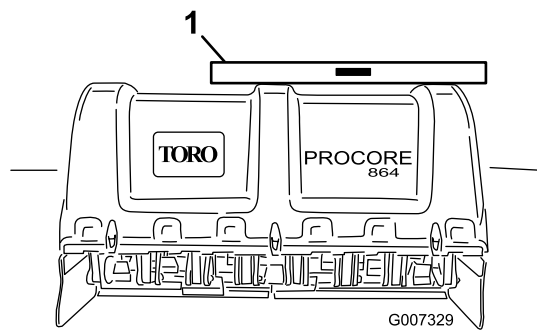

Figura 15
2. Coloque a régua de nível na parte superior da estrutura do arejador para verificar o nivelamento lateral (**Figura 15**).